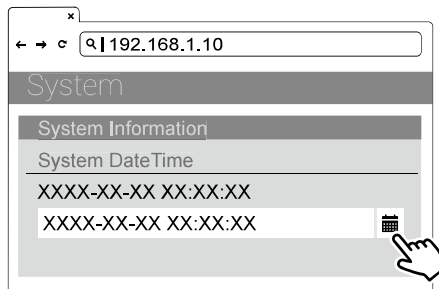

Figure 41. Sélection de la date et de l'heure
- 4) Sélectionner le bouton calendrier sur la droite pour régler la date et l'heure actuelles. Voir la figure 41.